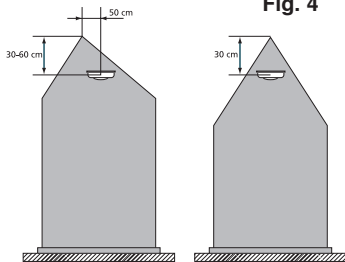

Fig. 4
- Afb. 4: druk op de test knop om de melder te testen. Hierdoor simuleert u het effect van rook bij brand en worden de rookkamer, elektronische delen en de sirene van de melder getest. **WAARSCHUWING: TEST NOOIT MET VUUR, SIGARETTENROOK, KAARSEN E.D.!** Dit kan uw rookmelder beschadigen en/of brand veroorzaken.
- Voor draadloos (RF) gekoppelde rook- en/of hittemelders: houd de test knop van een melder ingedrukt en controleer of alle gekoppelde melders in alarm gaan. Doe dit om de beurt bij elke melder.
Monteer op plekken met een schuin dak of pindak de melder tussen 30 en 60 cm onder het hoogste punt (dakhelling vanaf 30°). Stilstaande lucht in de nok (warmtelaag) kan voorkomen dat rook de melder bereikt (zie fig 4). Ei heeft hiervoor de Ei rookmelderpendel beschikbaar om uw rookmelder daar horizontaal te kunnen monteren.